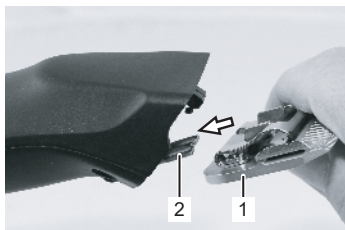
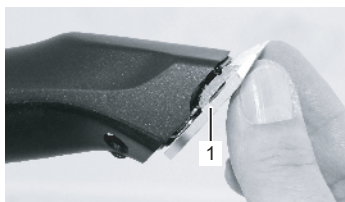

図. 17
図. 19
6. 好みのヘアカッターヘッドをブレードヒンジにはめ込み、装置がオンの状態でヘアカッターに軽く押し付けたみこみます(図. 17~図. 19)。